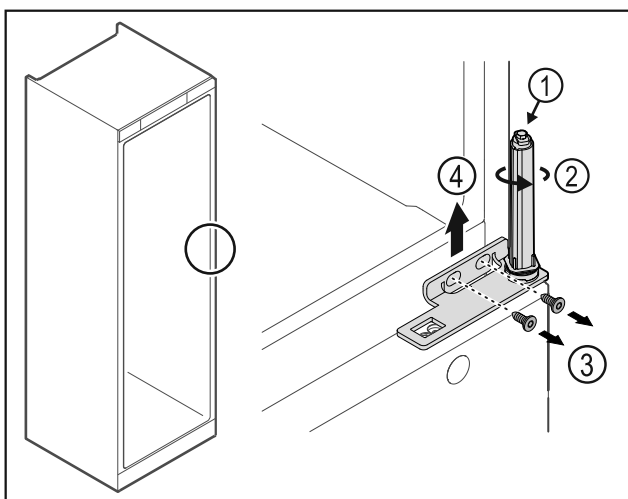

Fig. 27
- ▶ Ta inte isär dörrlåssystemet Fig. 27 (1).
- ▶ Vrid låssystemet Fig. 27 (2) tills det klickar.
- ▶ Lossa skruvarna Fig. 27 (3), ta av gångjärnsfästet uppåt Fig. 27 (4).